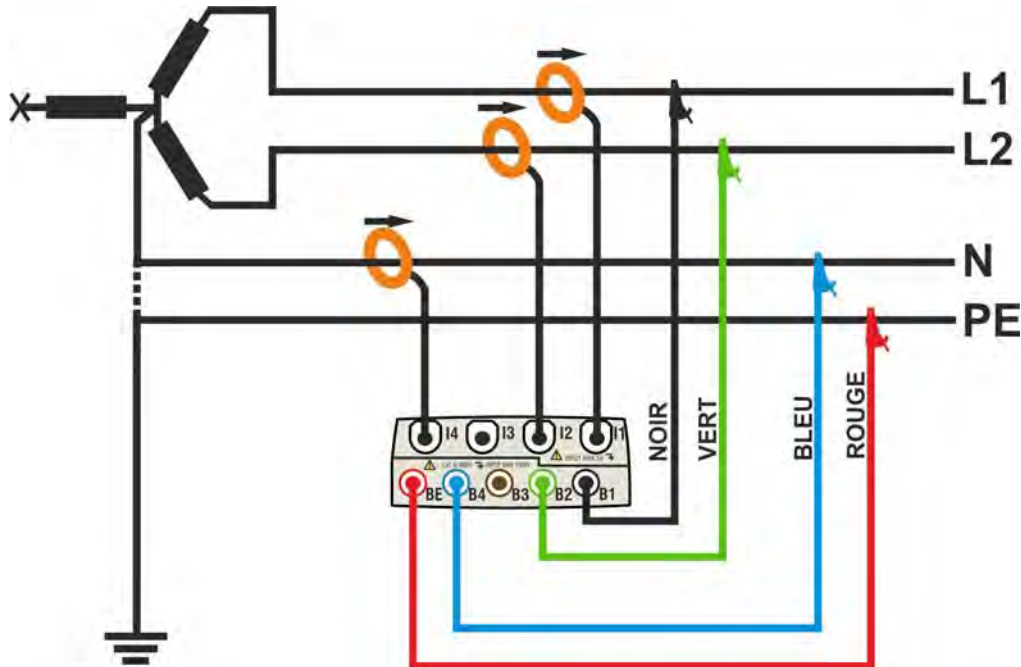

Fig. 172 : Connexion de l'instrument dans un système 3POY
2. Connecter les câbles de mesure de la tension sur les conducteurs de Phase L1, L2, N PE, selon les couleurs de la Fig. 172
3. Connecter les pinces de courant sur les conducteurs de phase L1, L2, N comme il est montré à la Fig. 172 **en respectant le sens de la flèche** présente sur la pince qui indique la direction conventionnelle du courant du générateur vers la charge. **Sur les pages-écrans « Valeurs temps réel », (en sélectionnant au préalable le système 3 fils) vérifier toujours que la valeur des Puissances Actives P1, P2 est positive et que les facteurs de puissance Pf1, Pf2 relatifs à la charge sont normalement inductifs**, avant de démarrer un enregistrement. Tourner la pince de 180° sur les conducteurs concernés en cas de valeurs négatives des puissances actives.